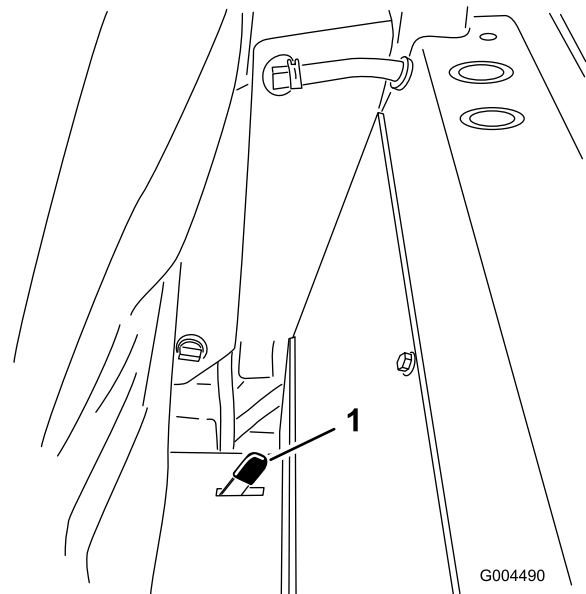

Bild 36
- Drücken Sie eine der Sitzlaschen, die sich hinter und an der Seite des Sitzes befinden, nach hinten, um den Sitz zu entriegeln und ziehen Sie den Sitz oben nach vorne (Bild 36).